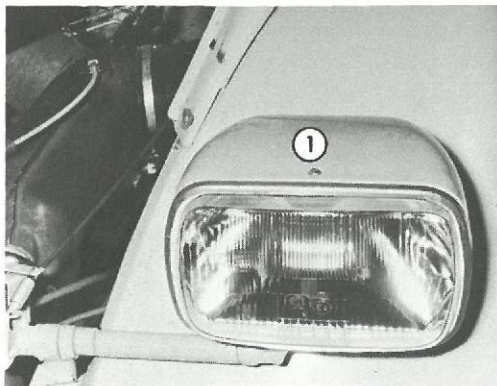

Fig. 40 - Projecteurs
Projecteurs Code-Route (Fig. 40, 41) 12 V - 45/40 W.
- Placer les languettes (Rep. 1 et 2) face aux boutons en plastique blanc (Rep. 3 et 4) faire pivoter le bloc optique et le revisser sur le projecteur (Fig. 40).